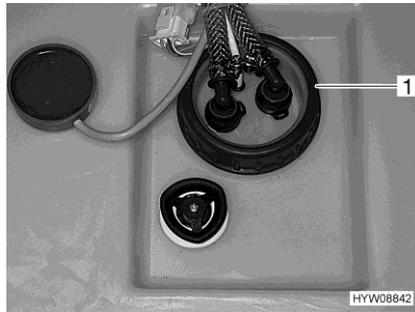

Fig. 153 Ouverture de nettoyage (réservoir d'eau)
- Enlever le couvercle de fermeture (Fig. 153,1) du réservoir d'eau.